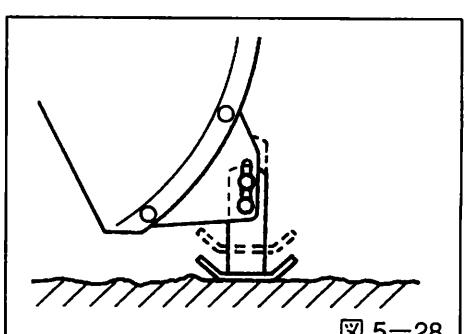

図 5-28
- 整地された路面、アスファルト路面を除雪する場合にはソリのボルトを緩めてソリを上に上げれば、路面ストレスまで除雪ができます。(図5-28参照)